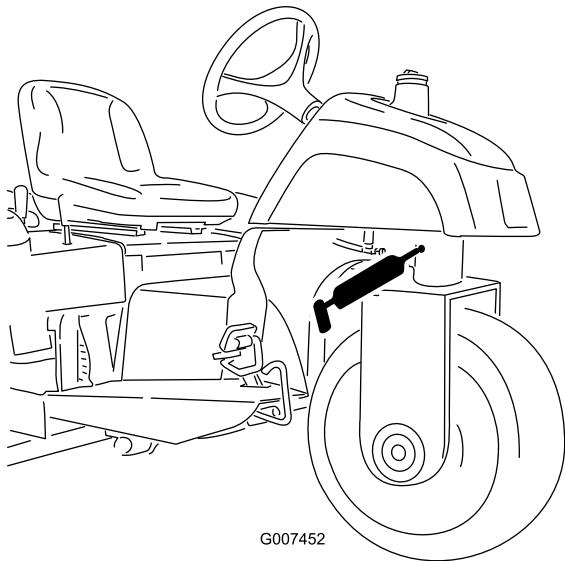

図 27
- ステアリングピボット(図 27)
注 ステアリングピボットの注入部図 27は面一フィットティングなので、グリスガン用ノズルアダプタが必要です。 パーツ番号は P/N 107-1998 ご注文は Toro 代理店へ。